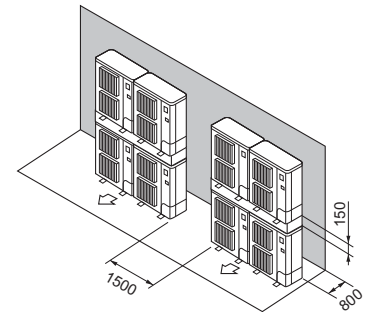

Fig. 3-17
- ⑦ İstifli ünite düzeni (Fig. 3-17)